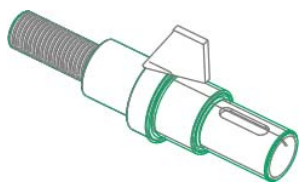

图 10.3.45 刀具路径
Step2. 单击“播放路径”对话框中的 **▶** 按钮, 观测刀具的行走路线, 结果如图 10.3.45 所示。单击 **▶ CL 数据** 栏可以查看生成的 CL 数据。